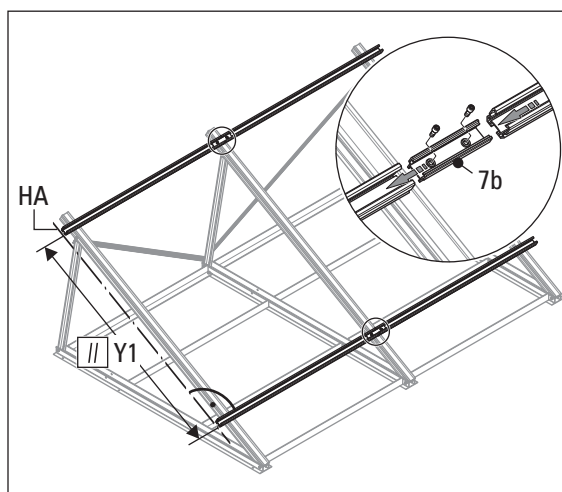

Fig. 3-11 Montage des rails de profilé de montage, 1ère étape
- Aligner les deux rails de profilés de montage de manière exactement plane par rapport à la ligne de marquage A (HA) et parallèle l'un par rapport à l'autre (voir fig. 3-11). En cas de besoin, caler de manière appropriée les rails de profilés de montage.
- Alignez les deux rails profilés de montage parfaitement sur le plan et parallèlement l'un à l'autre (voir fig. 3-11). En cas de besoin, caler de manière appropriée les rails de profilés de montage.
13. Vissez les rails de profilé de montage à l'aide du connecteur (pos. 7b) (fig. 3-11).